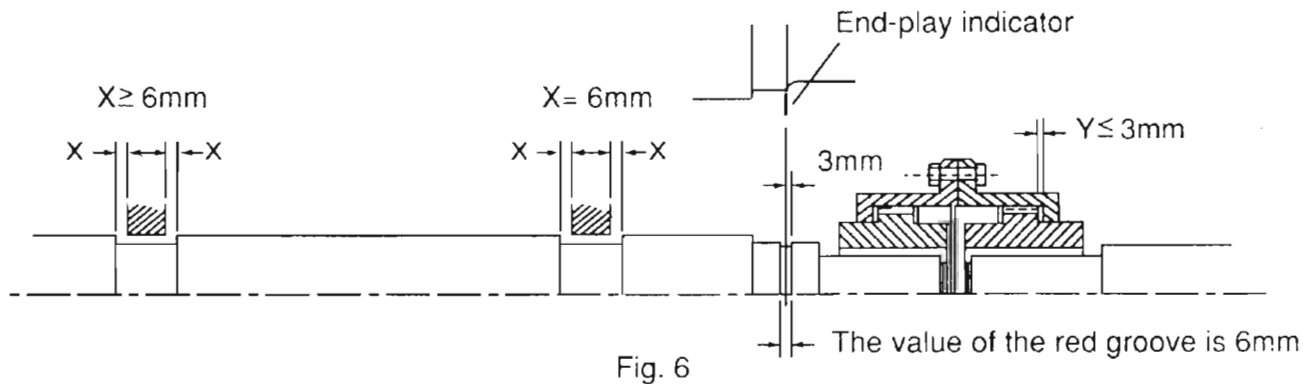

Fig. 6
- A menos que se especifique de otra manera, el valor designado de juego axial X de la ranura para los motores TWMC es en general de 6mm (.236 pulg.) como se ilustra en la Fig. 6. En esencia el indicador de juego axial, es ajustado al punto en el centro de la muesca del hombro de la flecha lado carga: de tal forma que x es igual a 6 +1mm aprox. Y el valor de juego axial Y de los coples deberá ser igual o menor a 3mm (.118 pulg.).